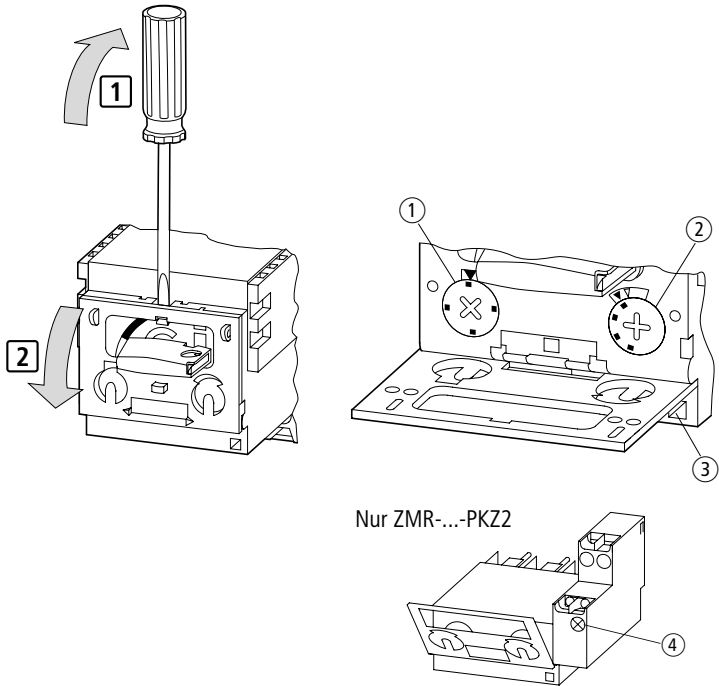

Abbildung 1: Motorschutzschalter PKZ2
Die PKZ2 werden mit Hilfe des Einstellrades ① (↔ Abb. 1 auf Seite 6) auf den Motornennstrom eingestellt.
Durch eine zusätzliche Testeinrichtung ③ (→ Abb. 1 auf Seite 6) kann die Funktionstüchtigkeit des Schalters kontrolliert werden.